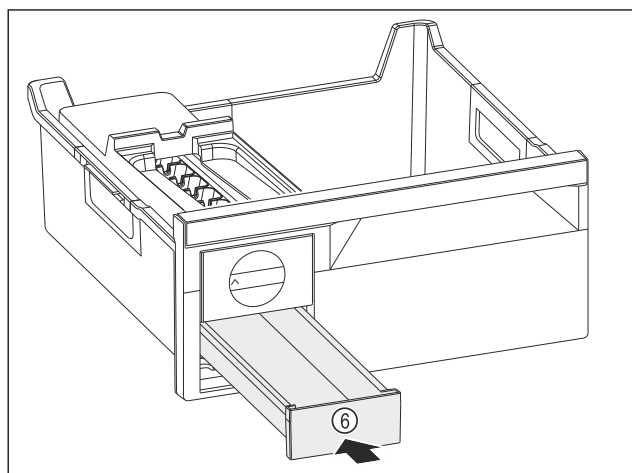

Fig. 126
- Вдвиньте выдвижной ящик для кубиков льда Fig. 126 (6).